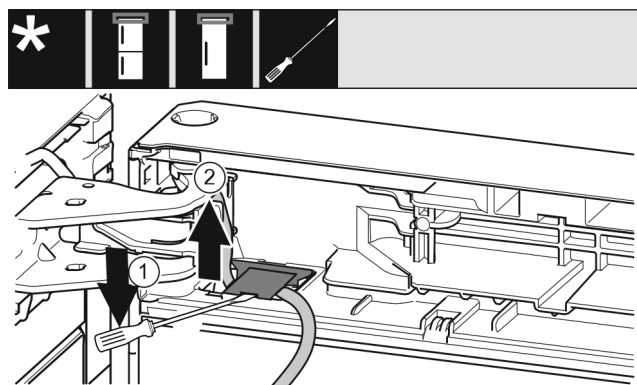

Fig. 21
- 使用带槽螺丝刀抬起盖板，并将其拉出。 Fig. 21 (1)
- 拔出电缆。 Fig. 21 (2)